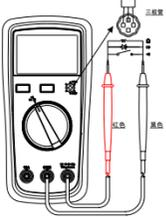

图3
2. 电阻测量 (如图3)
4. 二极管测量(见图3)
5. 晶体管放大倍数测量(hFE)(见附图3)